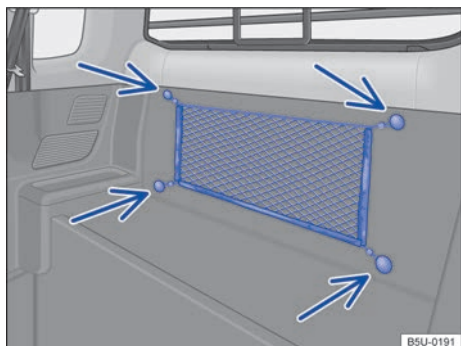

Fig. 88 En el compartimento interno de equipaje: red para cargas livianas.
- Sujetar los ojales de la red en los fijadores => fig. 88 -flechas - existentes en el maletero.